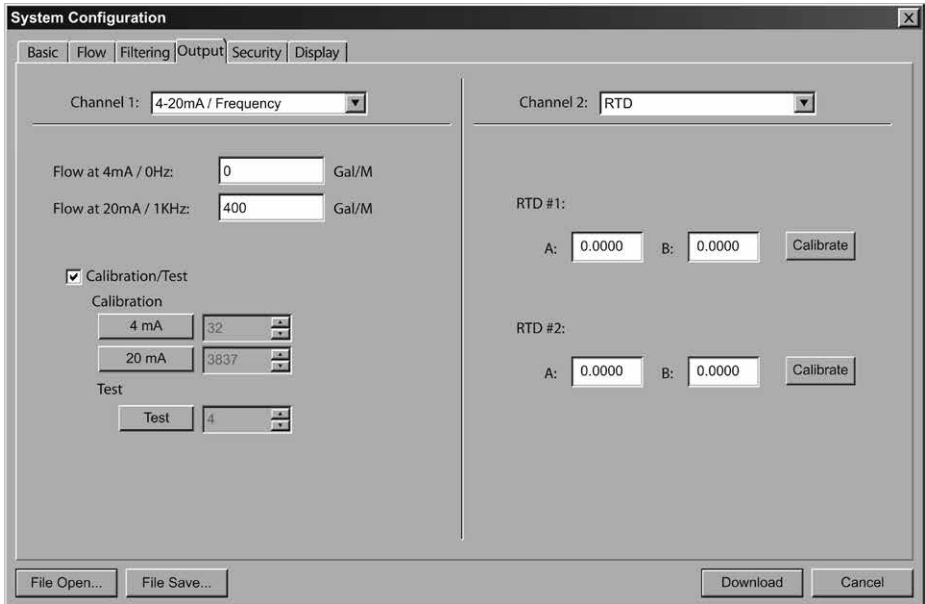

Fig. 54 - Schermata di "Output" in "System Configuration"
- 6) Cliccare il comando "Calibrate" nella schermata in Fig. 54 per aprire la scheda di calibratura (Fig. 55, Step 1 of 2). In questo passaggio è importante selezionare la casellina denominata "Calibrate Both RTDs at same temperature" (Calibrare le due termoresistenze alla stessa temperatura) con il segno di spunta, dopodiché inserire la temperatura con un'approssimazione di 0,1°C nella casella denominata "Reference Temp (deg C): - First Cal Point".